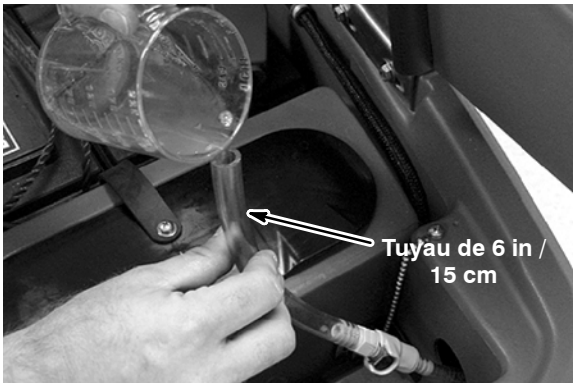

FIG. 71
4. Videz l'antigel (RV) de véhicule de loisirs dans le tuyau d'alimentation jusqu'à ce qu'il soit plein (Figure 71).